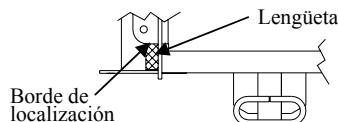
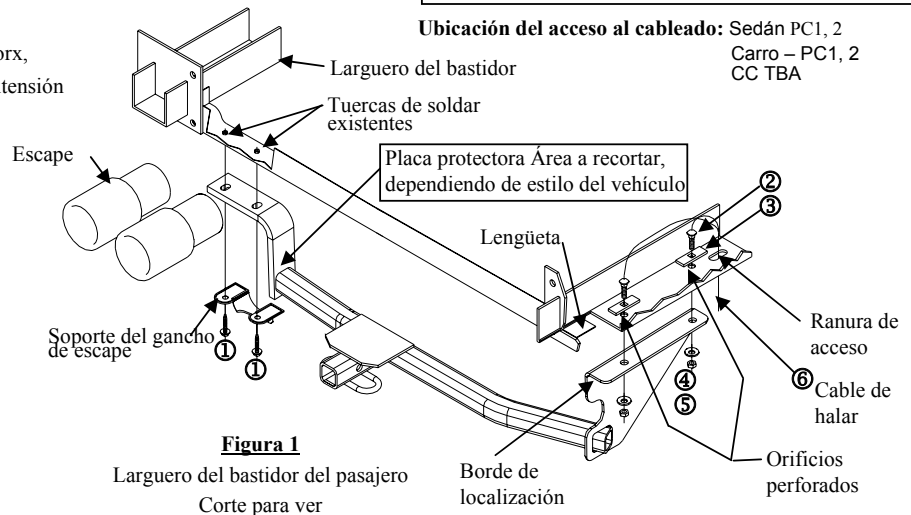

Figura 2
Figura 1
①	Cant. (2)	Perno M8 X 1.25 X 55 CL 9.8	④	Cant. (2)	Arandela cónica 7/16"
②	Cant. (2)	Perno de carruaje 7/16-14 X 1.50 GR5	⑤	Cant. (2)	Tuerca 7/16-14
③	Cant. (2)	Bloque 1/4 X 1 X 3	⑥	Cant. (1)	Cable de halar
1. Retire la placa protectora que cubre el larguero del bastidor del costado del pasajero del vehículo quitando los (5) tornillos Torx. Devuelva la cubierta de la placa protectora plástica y los tornillos al propietario del vehículo. Retire las dos tuercas plásticas de las lengüetas de la placa protectora (no deseche).
2. Retire los dos pernos del soporte del gancho de escape como se muestra en la **Figura 1** para bajar el escape. Devuelva los pernos al propietario.
3. Deslice el soporte del lado del conductor por encima del soporte de escape. Nota: Instale el soporte del enganche entre el bastidor y el soporte del gancho de escape. Con los pernos (2) M8 de apriete sin presión los tornillos Nota: Rote el enganche para una fácil instalación.
4. Alinee el soporte del pasajero con el borde de localización y la lengüeta, vea la **Figura 2** (revise el enganche para la alineación perpendicular del vehículo verificando que el soporte esté plano contra el larguero del bastidor). Podría ser necesario empujar el soporte del costado del pasajero plano contra el larguero del bastidor. Luego, con el enganche como plantilla marque las ubicaciones de los orificios. Perfore los orificios de 1/2".